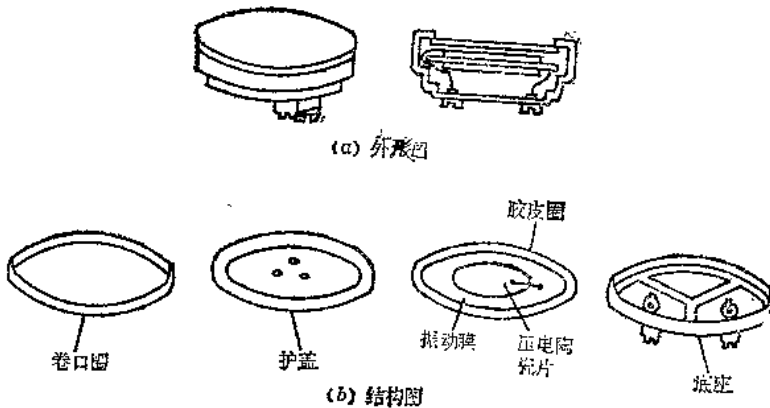

图1-1-18 HB605型压电陶瓷受话器
(1) 压电陶瓷受话器的基本构造 图1-1-18是HB605型压电陶瓷受话器的外形和结构图。